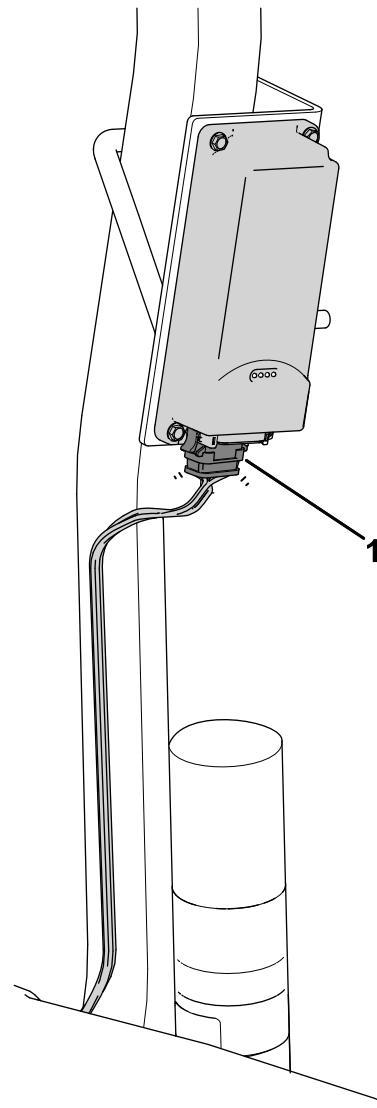

図 8
3. テレマティクスワイヤーハーネスのP02というラベルの付いたコネクタをテレマティクスデバイス(図 8)に接続する。